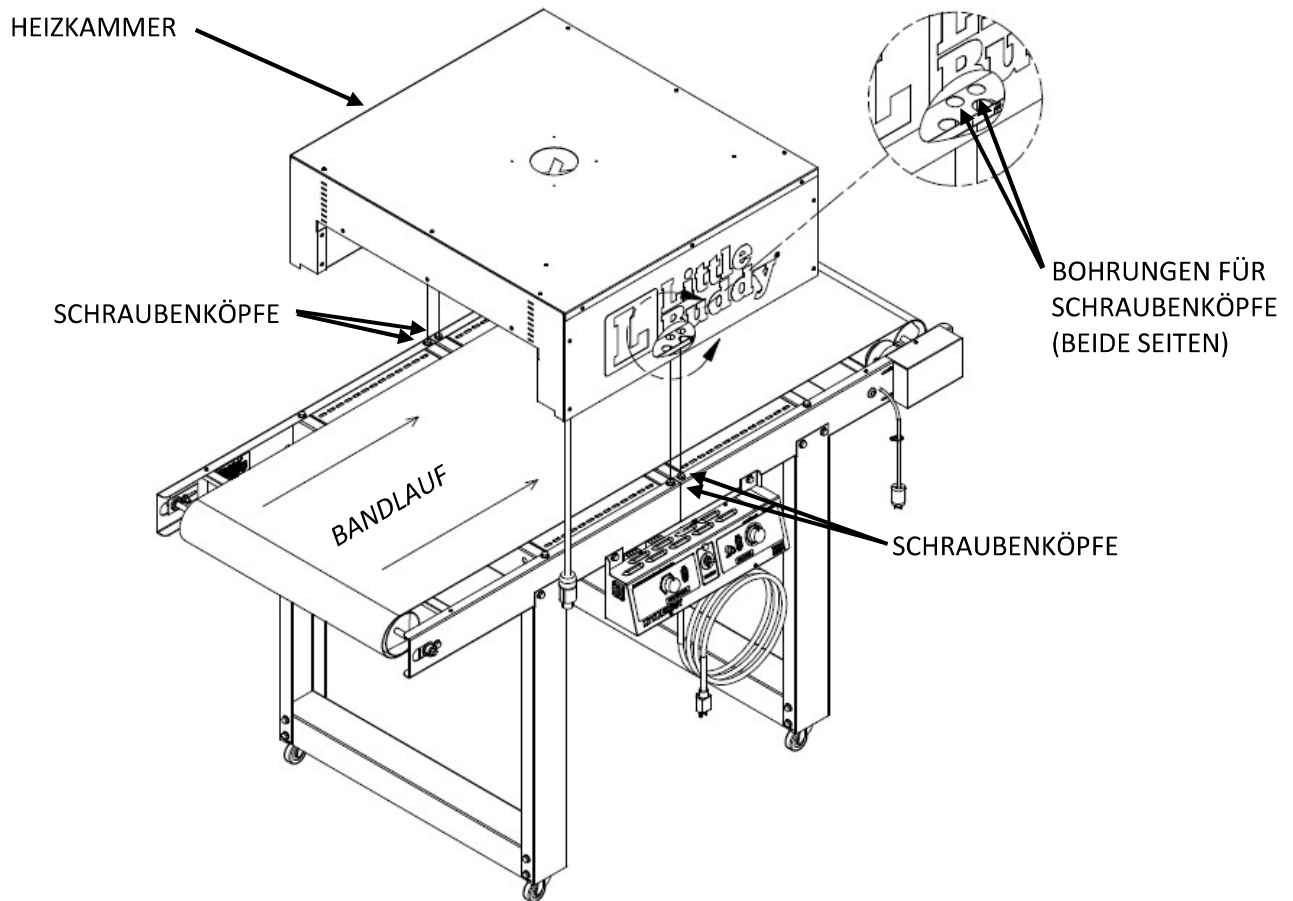

Abbildung 7
1. Setzen Sie die **HEIZKAMMER** mit zwei Personen auf den **FÖRDERER** (siehe **Abbildung 7**). Das **HEIZKAMMERKABEL** muss sich auf der gleichen Seite des **FÖRDERERS** befinden wie die **BEDIENKONSOLE**.
2. Die **HEIZKAMMER** hat **BOHRUNGEN** an den Unterseitenschienen, die über die **SCHRAUBENKÖPFE** passen (siehe vergrößerte Ansicht, **Abbildung 7**). Die **KAMMER** sollte flach auf dem **FÖRDERER** aufliegen.